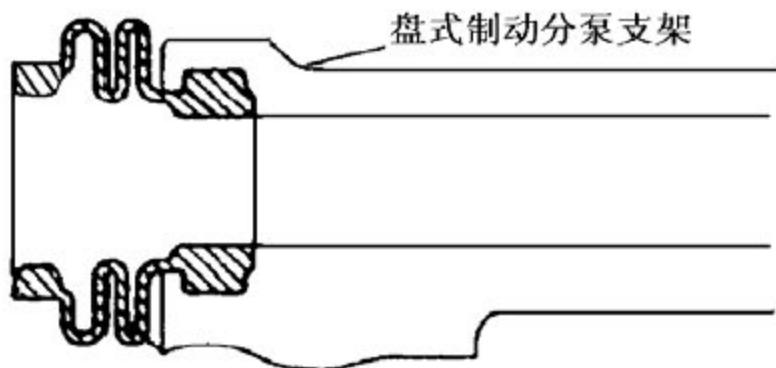

图 3—14
- 7). 拆卸前盘滑动销防尘套。从前盘式制动分泵支架上拆下 2 个防尘套，如图 3—14 所示。